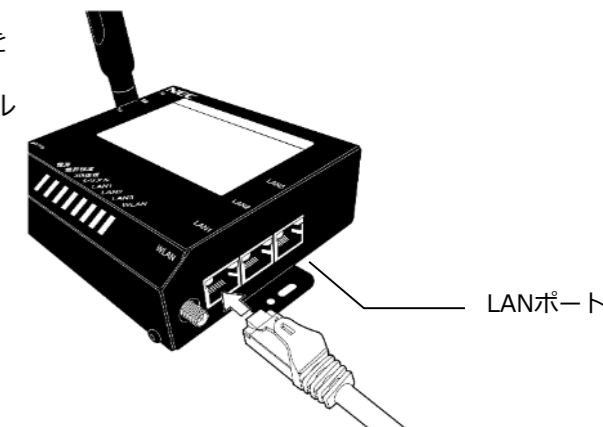

図7 モバイルパック3GルータへのLANケーブルの接続
- (1) モバイルパックのプラボックスとIPカメラのハウジング等を繋いでいるPFD管にLANケーブルを通す。
- (2) モバイルパックの3Gルータ側面のLANポートにLANケーブルを接続する。(図7)